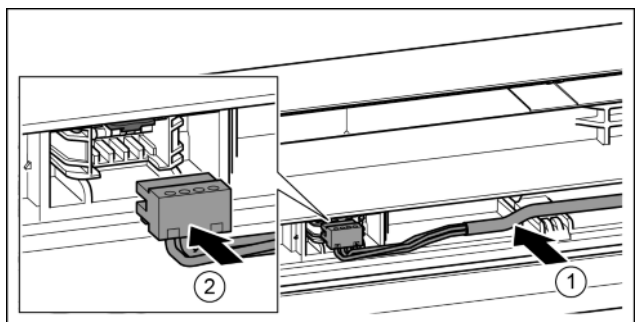

Fig. 37
- ▶ Вставить серый кабель в направляющую в верхней двери. Fig. 37 (1)
- ▶ Зафиксировать штекер. Fig. 37 (2)